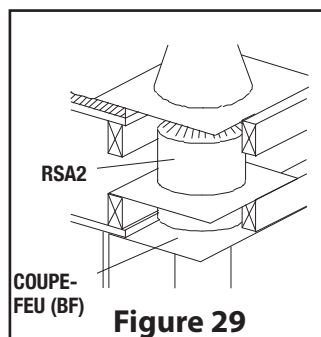

Figure 29
Étape 6. Au niveau du grenier, installez un coupe-feu (BF), sous plafond et un coupe radiation pour le grenier (RSA2) au dessus. (voir Figure 29).